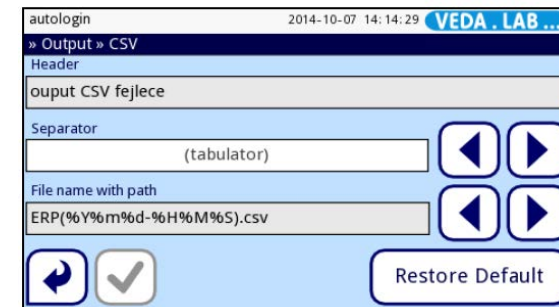

Abbildung 49: Der Bildschirm **Output»CSV** (Ausgabe»CSV)
- 3 Auf dem Bildschirm **Output»CSV** (Ausgabe»CSV) tippen Sie in das Textfeld **Header** (Kopfzeile), um die Tastatur aufzurufen (vgl. Abbildung 49) und geben Sie den Text ein, den Sie gerne als Kopfzeile für die übertragenen Daten haben möchten.
i Wenn Sie die Daten als TXT-Datei exportieren möchten, haben Sie die Möglichkeit, den Dateinamen anzugeben. Tippen Sie in das Textfeld **File name with path** (Dateiname mit Pfad), um die Tastatur aufzurufen (vgl. Abbildung 49) und Ihren bevorzugten Dateinamen einzugeben. Wenn Sie keinen Dateinamen angeben, erzeugt das System einen Dateinamen unter Verwendung von Datum und Zeit der Dateierstellung.